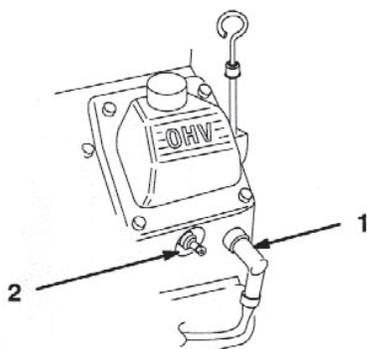

図 48
2. 点火コードを外す (図48)。プラグを取り外した時に燃焼室内に異物が落ちないように、プラグの周囲をきれいに清掃する。
3. 点火コードを取り付ける (図48)。